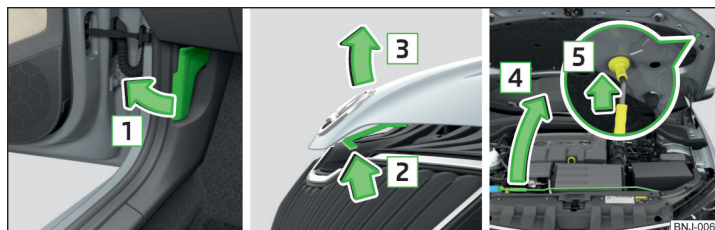

Fig. 257 Deschiderea capotei
- › Deschideți portiera din față și trageți de maneta de deblocare aflată sub planșa de bord în sensul săgeții 1 » fig. 257.